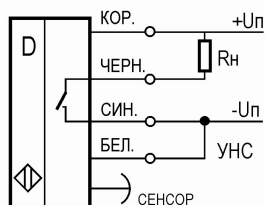

Рис.3.3
- Если датчик настраивался при условиях, когда метка светлее фона, то при перемещении светового пятна с фона на метку, контакт между синим и чёрным выводами изменит своё состояние из разомкнутого в замкнутое (смотри рис.3.3; 3.4).